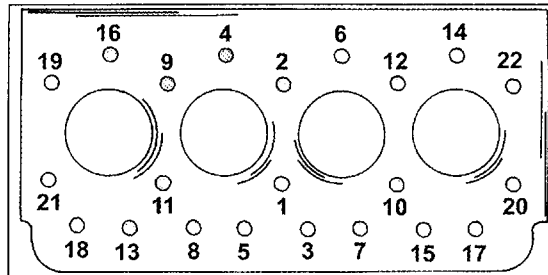
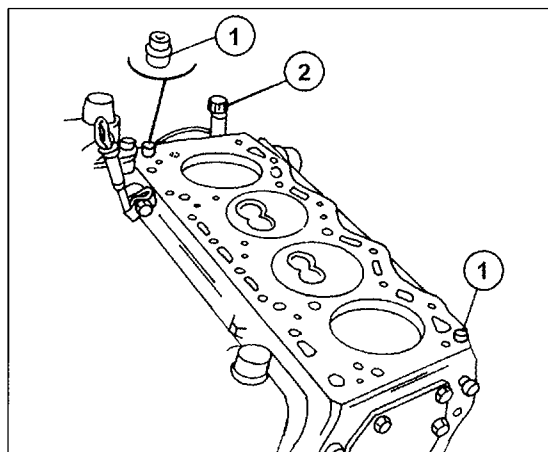

Bild 40
Bild 41
- Als Nächstes erfolgt der Ausbau des Zylinderkopfes. Die Schrauben in umgekehrter Reihenfolge von Bild 40 lockern und alle Schrauben herausziehen. Der Zylinderkopf wird durch zwei Passhülsen auf dem Zylinderblock geführt und kann deshalb nicht seitlich verdreht werden, um die Zylinderkopfdichtung zu lösen. Der Kopf muss gerade nach oben abgehoben werden (vielleicht mit einem Gummihammer nachhelfen). Dabei darauf achten, dass die Kühlmittelleitung für den Zylinderkopf nicht beschädigt wird. Bild 41 zeigt den Zylinderblock nach Abheben des Kopfes, woraus man auch die Lage der Passhülsen ersehen kann. Da die Zylinderlaufbüchsen in den Block eingepresst sind, besteht keine Gefahr, dass man sie mit dem Kopf herauszieht.
- Als Nächstes den Zylinderkopf ausbauen. Dazu die Zylinderkopfschrauben entgegengesetzt der Zahlenreihenfolge von Bild 40 lösen und alle Schrauben herausziehen. Der Kopf wird durch zwei Passhülsen auf
dem Block geführt, kann also nicht seitlich verschoben werden, um die Verbindung zum Block zu trennen. Der Kopf muss nach oben abgehoben werden. Die in Bild 41 gezeigte Ansicht des Zylinderblocks gilt auch für diese Motoren.